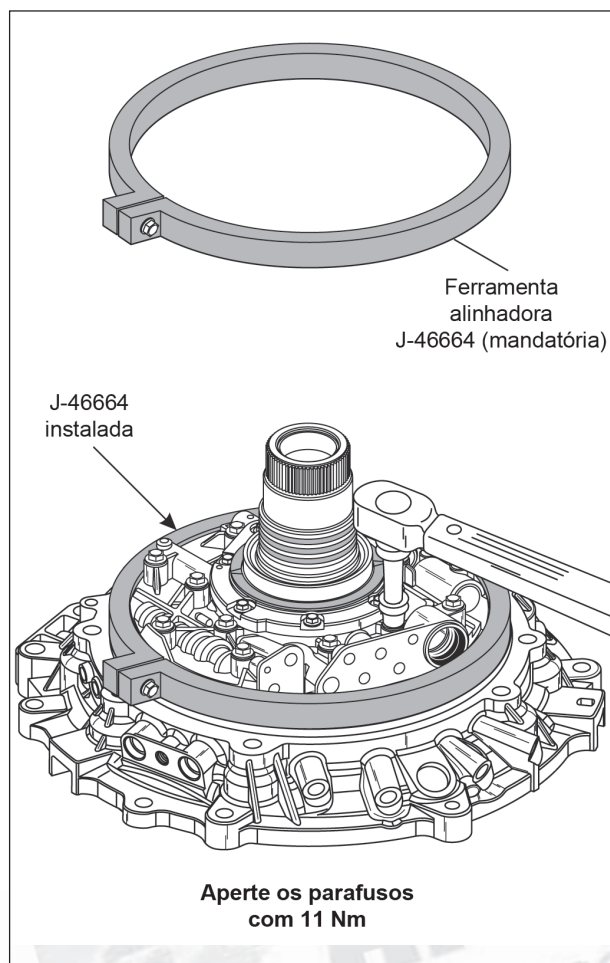

Figura 73
40. Instale a cinta alinhadora da bomba J-46664 e aperte-a, conforme mostra a figura 73. **Nota: Esta é uma ferramenta mandatória.**
41. Aperte os 13 parafusos da bomba de óleo com um torque de 11 Nm, conforme mostra a figura 73, utilizando a seqüência de aperto mostrada na figura 74.